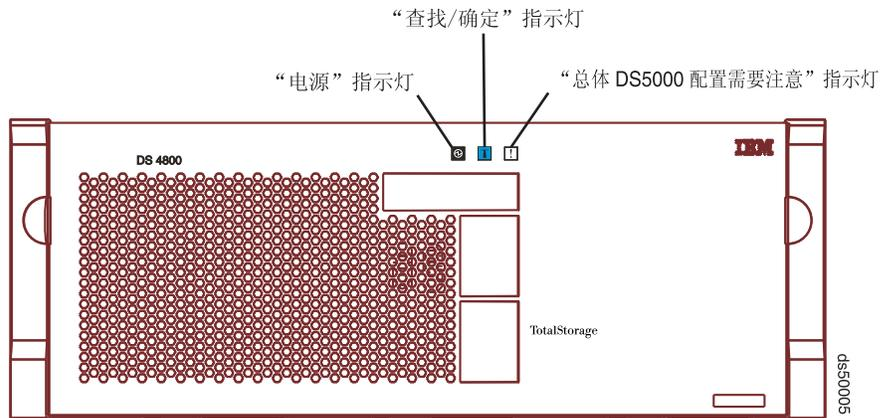

图 115. DS5100 和 DS5300 前挡板上的“总体配置需要注意”指示灯
2. 通过检查存储子系统前挡板上的“总体配置需要注意”指示灯，查找包含故障电源和风扇单元的存储子系统。（第 172 页的图 115 显示了前挡板上“总体配置需要注意”指示灯的位置。）